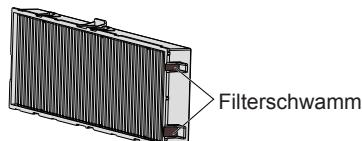

Abb. 1
- Achten Sie darauf, dass Sie den Filterschwamm (Abb. 1) an der Seite der Luftfiltereinheit bei ihrem Entfernen oder Anbringen nicht entfernen.